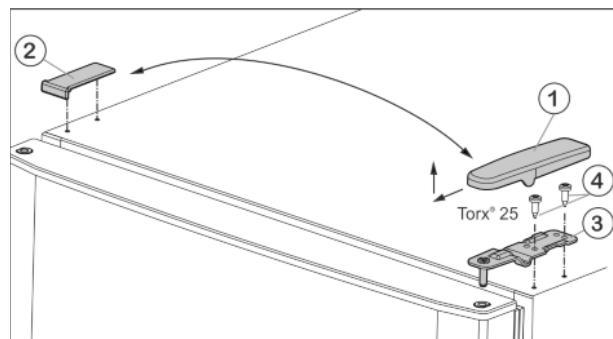
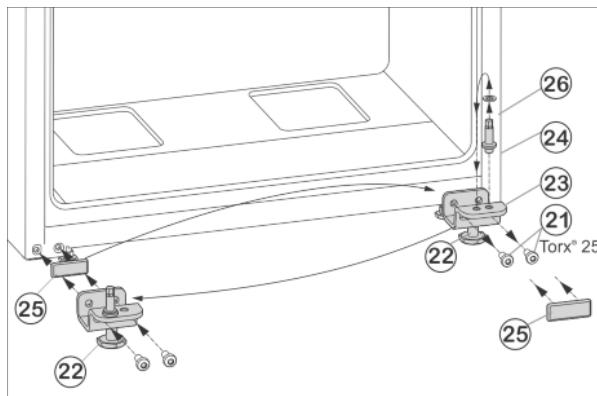

Fig. 4
Fig. 6
- Відведіть кришку Fig. 4 (1) вперед і вгору.
- Зніміть кришку Fig. 4 (2).
- Викрутіть верхній опорний кронштейн Fig. 4 (3) (2 шт. Torx® 25) Fig. 4 (4) і відведіть вгору.
- ▶ Викрутіть гвинти кріплення Fig. 6 (21).
- ▶ Зніміть нижній опорний кронштейн Fig. 6 (23) разом із гвинтом Fig. 6 (24), шайбою Fig. 6 (26) та установочною ніжкою Fig. 6 (22).
- ▶ Відкрутіть гвинт Fig. 6 (24) разом із шайбою Fig. 6 (26), переставте їх у протилежний отвір опорного кронштейна та знову закрутіть.
- ▶ Обережно зніміть кришку Fig. 6 (25) і переставте її на протилежний бік.
- ▶ Знову прикрутіть нижній опорний кронштейн Fig. 6 (23) разом із гвинтом Fig. 6 (24), шайбою Fig. 6 (26) та установочною ніжкою Fig. 6 (22) на інший бік шарніра (**з моментом 4 Нм**), у разі необхідності скористайтеся акумуляторним гвинтокрутом.
- ▶ Встановіть нижні дверцята згори на опорний гвинт Fig. 6 (24).
- ▶ Вставте середній опорний кронштейн (13), повернувши його на 180°, у нижні дверцята і прикрутіть за допомогою гвинтів кріплення (11)(2 шт. Torx® 25) до нового боку шарніра (**з моментом 4 Нм**).
- ▶ Знову встановіть пластикову шайбу (10).
- ▶ Встановіть верхні дверцята на середній опорний кронштейн (13).
- ▶ Встановіть верхній опорний кронштейн Fig. 4 (3) в дверцята на новий бік шарніра.
- ▶ Прикрутіть верхній опорний кронштейн (**з моментом 4 Нм**) гвинтами (2 шт. Torx® 25) Fig. 4 (4). У разі необхідності скористайтеся акумуляторним гвинтокрутом.
- ▶ Встановіть і зафіксуйте кришку Fig. 4 (1) з протилежного боку ззовні.
- ▶ Також встановіть згори і зафіксуйте кришку Fig. 4 (2) з протилежного боку.
- ▶ Викрутіть установочну ніжку Fig. 6 (22) на нижньому опорному кронштейні Fig. 6 (23), доки він не буде опирається на підлогу.